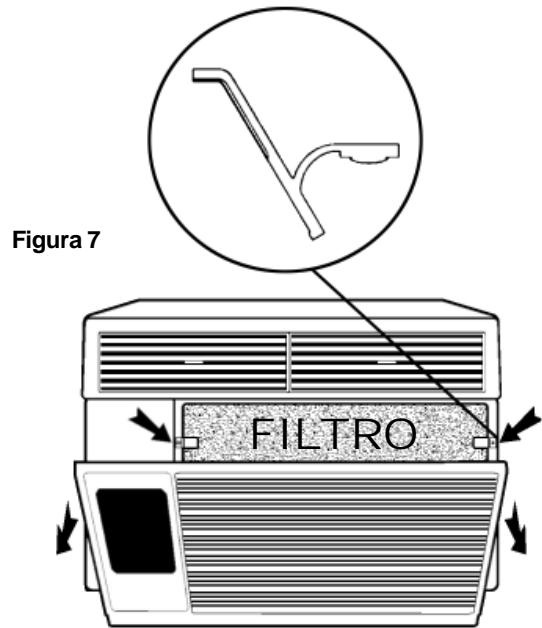

Figura 7
Abra la rejilla del aire (RA) agarrando los bordes superiores y estirando hacia usted (véase la figura 7). La rejilla RA permanece abierta hasta que se quita o se cierra (es más fácil quitarla completamente antes de cerrarla). Para quitar la rejilla, agárrela por debajo y tire hacia usted.
El filtro está sujeto por dos clips (véase la figura 7). Empuje los clips hacia abajo, agarre el filtro y tire hacia usted para quitarlo y limpiarlo. Límpielo con agua caliente y un detergente suave, enjuague y seque completamente antes de volver a colocarlo en su sitio. Quite el filtro con cuidado porque puede cortarse con la superficie de la bobina.